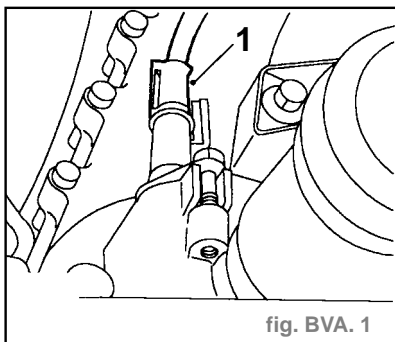

fig. BVA. 1
- Débrancher la fiche multibroches du capteur de vitesse du véhicule (1) (fig. BVA. 1).